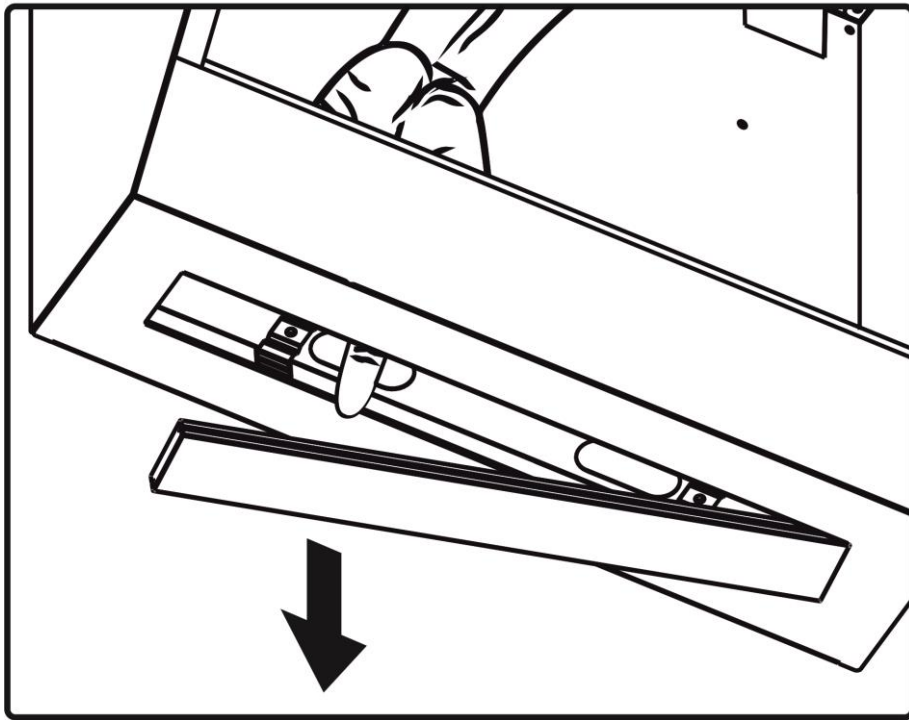

Рис.8
8.8 На витяжці встановлено **LED** лампу підсвітки робочої зони плити. Перед початком заміни лампи освітлення необхідно відключити витяжку від електромережі, дати можливість охолонути. Для заміни лампи необхідно зняти фільтри, від'єднати конектор, надавити на лампу з лівої сторони і вийняти її (**рис.8**). Замість неї необхідно встановити нову з тими ж характеристиками і встановити фільтри.